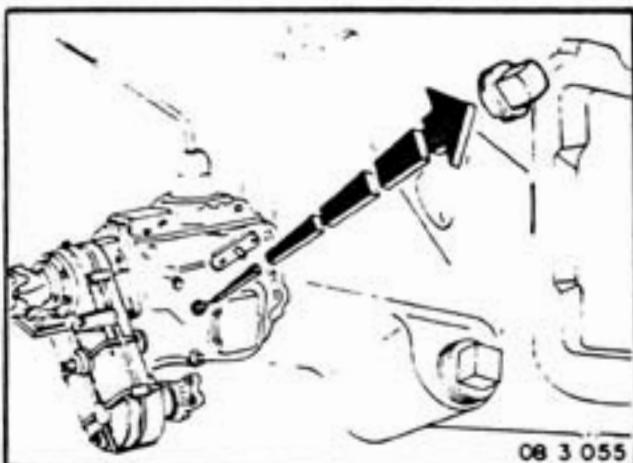

FIGURA 8
- Remover o bujão de nível e abastecimento (figura 8). Limpar o bujão.